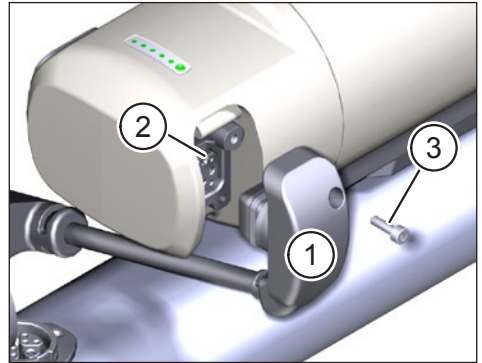

Abb. 7: Verbindungskabel am Range Extender befestigen
- ▶ Schließen Sie den Stecker (Pos. 1 in Abb. 7) des Verbindungskabels an der Buchse (Pos. 2 in Abb. 7) im Range Extender an.
- ▶ Befestigen Sie den Stecker mit der im Lieferumfang des Kabels enthaltenen Zylinderschraube M3 × 8 (Pos. 3 in Abb. 7) am Range Extender mit einem Drehmoment von 1 Nm.